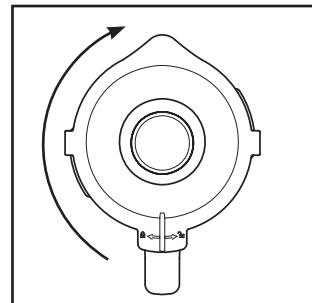

Fig. 2
- 4) Appuyez à nouveau fermement le couvercle ② sur le bol mixeur ③ de manière décalée. Refermez le couvercle ② en le tournant dans le sens horaire jusqu'à ce qu'il encrante audiblement en position ↗ (voir fig. 2). Veillez à ce que le bec verseur du bol mixeur ③ soit fermé. Le moteur ne peut démarrer que si le couvercle ② est posé de manière alignée.